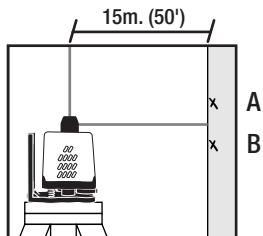

Fig. 8
1. Montar e fixar o emissor laser LM30 sobre um tripé universal 5/8” - 11, a aproximadamente 15 metros de uma parede. Virar o painel frontal para a parede. (Fig. 8).
1. Ajustar o parafuso de nivelamento "Y" até que o raio laser se coloque a meia distância dos pontos A e B (Fig. 8). Isto faz com que a bolha do nível "Y" saia do centro. Girar o parafuso no sentido horário sobe o raio; O sentido anti horário faz baixar o raio.